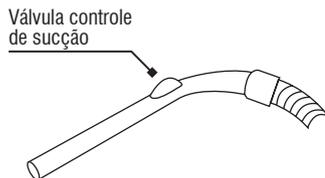

Fig. 9 – Regulagem da força de sucção
- É possível regular a sucção do aspirador de pó. Quando for aspirar materiais mais frágeis, abra a válvula de sucção, conforme mostra a Fig. 9. Desta forma, a força de aspiração será menor;